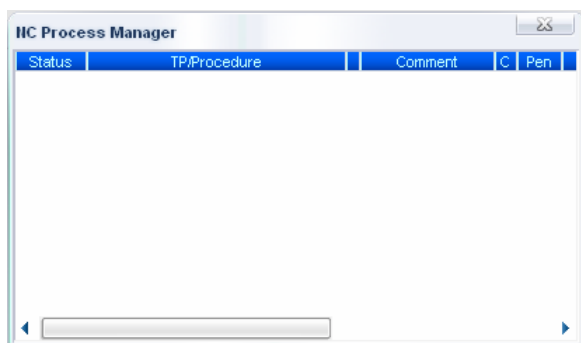

Рисунок 5 - Окно диспетчера обработки
- При открытии модели появляется пустое окно диспетчера обработки (рисунок 5), в котором будут отображаться этапы моделирования обработки на ЧПУ.